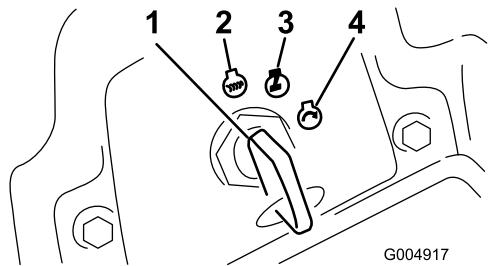

Figura 16
- Girate la chiave di accensione in senso orario, in posizione di marcia (Figura 16).
- Girate la chiave di accensione in posizione Off (Figura 16). Attendete che tutte le parti in movimento si siano fermate, prima di lasciare il posto di guida.